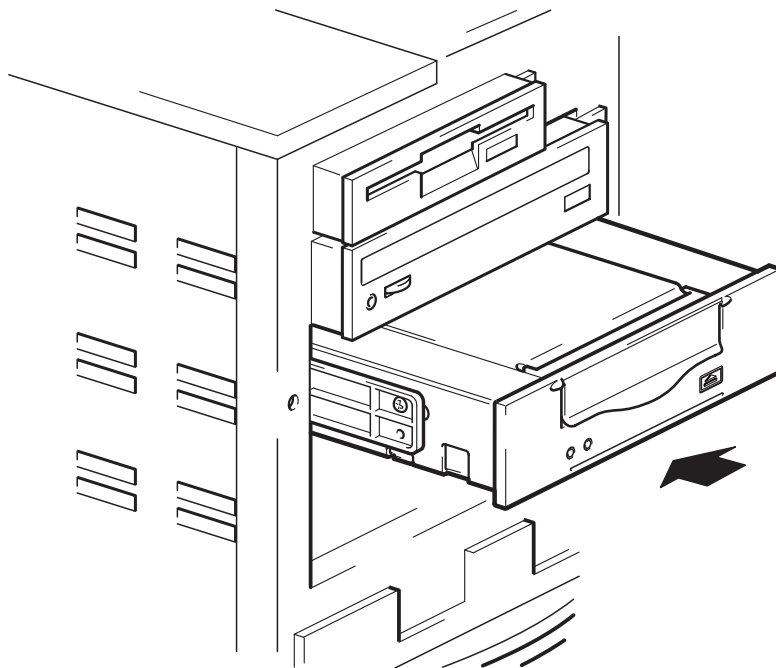

Рис. 7. Установка стримера
1. Вставьте стример в свободный отсек, выровняв лоток или полозья относительно направляющих (см. Рис. 7).